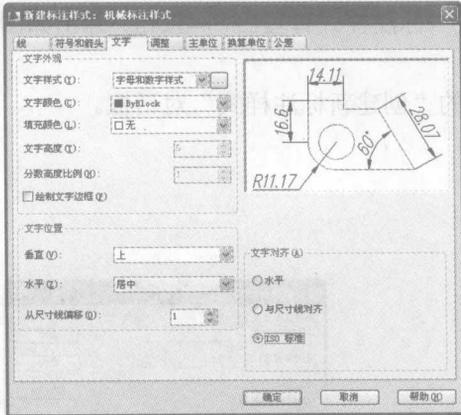

图 1-20 设置“文字”选项卡
5) 打开“文字”选项卡,在“文字样式”下拉列表中选择“字母与数字样式”;在“从尺寸线偏移”文本框中输入“1”,即尺寸与尺寸线之间的间距为1mm;在“文字对齐”选项栏中选中“ISO 标准”单选按钮,即当标注文字在尺寸界线以内时,将位于尺寸线的正中上方,当标注文字在尺寸界线以外时,将位于一条水平引线上。其他选项保留默认设置,如图1-20所示。